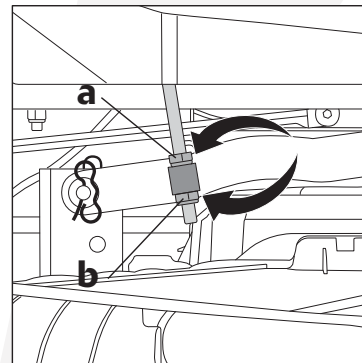
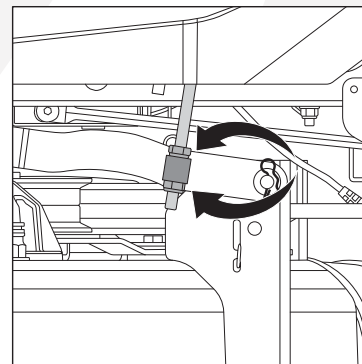

Fig. 24A
Fig. 24B
3. Gire las tuercas de ajuste superiores (a) hacia arriba. Gire las tuercas de ajuste inferiores (b) hacia arriba para elevar o hacia abajo para bajar dos lados de la plataforma de corte. (Fig. 24A y Fig. 24B)